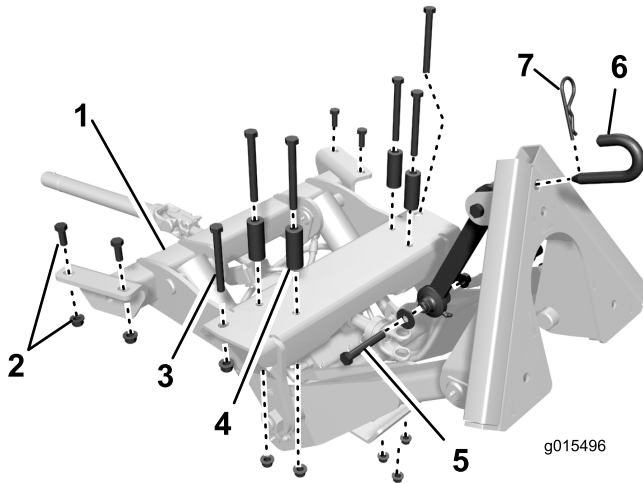
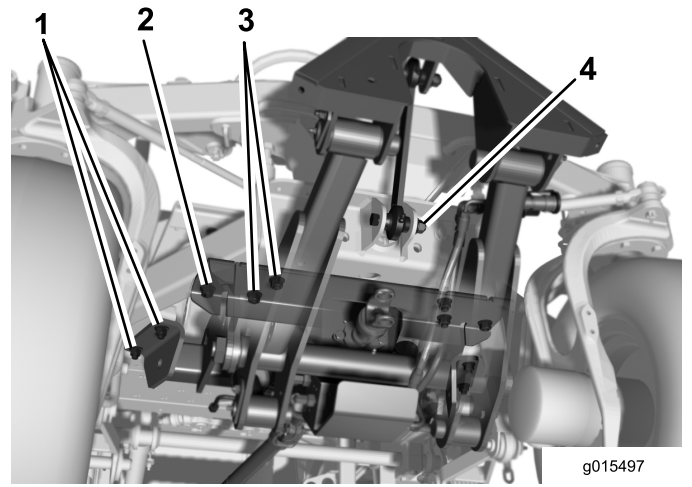

图5
图6
1. 图5 显示了用于将前部附件机架固定到主机机架下方的紧固件的位置、放置方式及大小。
3. 将前部附件机架放在机器前部下方图6。
4. 升起前部附件机架同时将安装孔与机架槽和前机架十字板中的安装孔对准图6。
5. 如图6 所示在附件前部用螺丝 $\frac{1}{2}$ x $4\frac{1}{2}$ 英寸和凸缘螺母 $\frac{1}{2}$ 英寸将两侧的外孔固定到机架槽上。
6. 如图6 所示在附件后部用 2 个螺丝 $\frac{1}{2}$ x $1\frac{1}{4}$ 英寸和凸缘螺母 $\frac{1}{2}$ 英寸将两侧松松安装到机架槽上。
7. 如图6 所示使用剩余的 4 个安装孔用螺丝 $\frac{1}{2}$ x $4\frac{1}{2}$ 英寸、隔片和凸缘螺母 $\frac{1}{2}$ 英寸将附件固定至机架十字板上。将隔片放置到螺丝头与十字板之间。
9. 如图5和图6所示用螺丝 $\frac{1}{2}$ x $\frac{3}{4}$ 英寸、2个支撑垫圈、隔片和锁紧螺母 $\frac{1}{2}$ 英寸将顶部联杆组件固定到轴支撑架上。